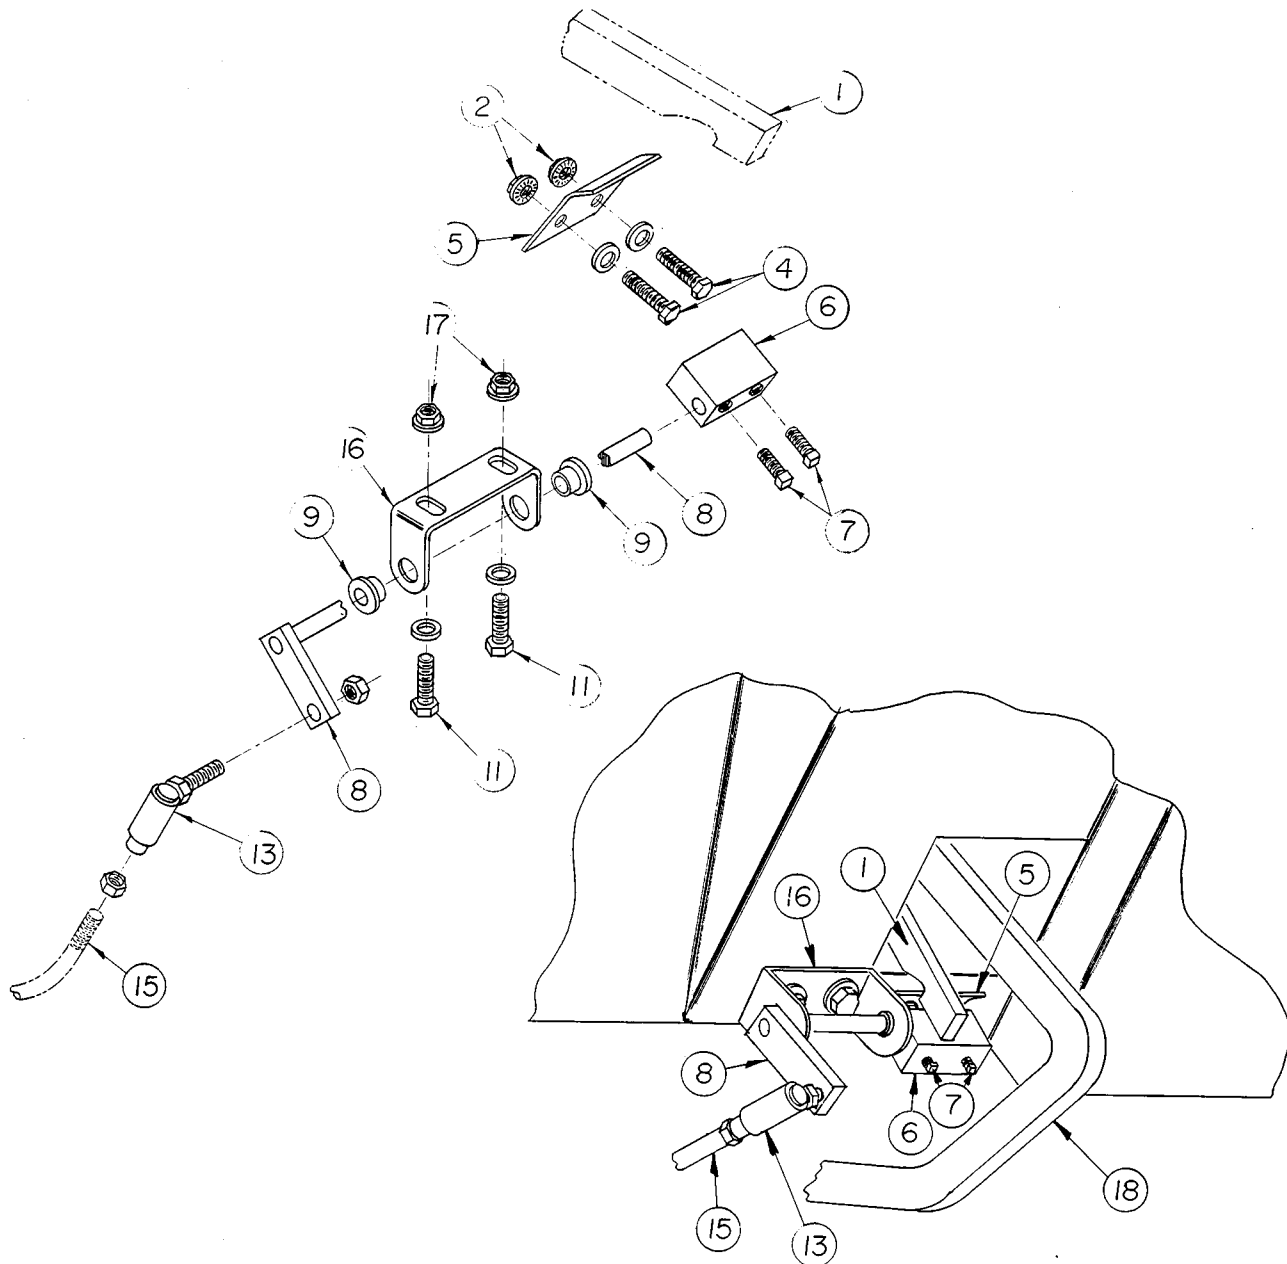

FIG. 8 C HILL BRAKE LINKAGE
**HILL BRAKE ADJUSTMENT** (See Fig. 8 C)
**REMOVAL OF HILL BRAKE RELEASE LINKAGE** (See Fig. 8 C)